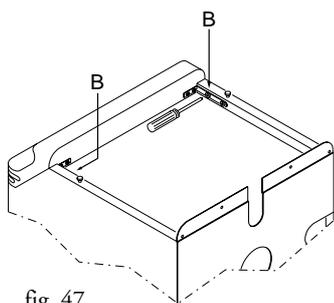

fig. 47
- allentare le viti B (fig. 47) e ruotare il pannello come indicato in fig. 48.